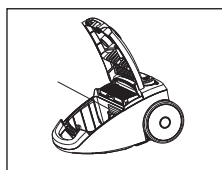

Abb. 16
2. Der Eingangsfilter (Motorschutzfilter) ist im Bereich des Staubbeutels eingebaut. Legen Sie den neuen Filter ein und achten Sie darauf, dass er richtig und fest eingesetzt ist (Abb. 16).